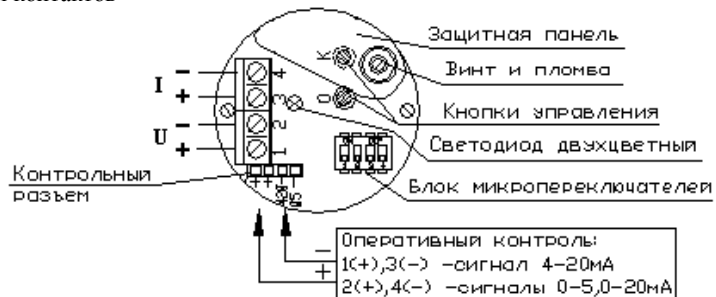

Рисунок 3 – Схема монтажной платы с элементами регулировок датчиков моделей 8XX1÷8XX7
4.1.1 С датчиком при помощи блока микропереключателей, кнопок управления, разъема оперативного контроля и двухцветного светодиода (рисунок 3) можно работать в следующих режимах:
Датчик может перестраиваться на любой из указанных в прилагаемом паспорте «диапазон» измерений путем установки переключателей в соответствующее положение (рисунок 3 и таблица 1). После перестройки рекомендуется произвести проверку и калибровку «нуля» и «диапазона», а также метрологическую поверку.
- в) нажать и удерживать кнопку «К» (рисунок 3) до начала прерывистого свечения красного индикатора. Датчик перейдет в режим настройки времени установления выходного сигнала;
- д) нажать и удерживать кнопку «0» или «К» (таблица 3 и рисунок 3) до начала попеременного свечения красного и зеленого светодиода;
- б) нажать и удерживать кнопку «К» (рисунок 3) до начала прерывистого свечения красного светодиода. Датчик перейдет в режим настройки конечного значения выходного сигнала. На выходе датчика установится сигнал соответствующий верхнему конечному значению для текущего сигнала. Периодически загорается светодиод красного цвета;
- перевести микропереключатели (рисунок 3) в положение по таблице 1, соответствующее 5 пределу;